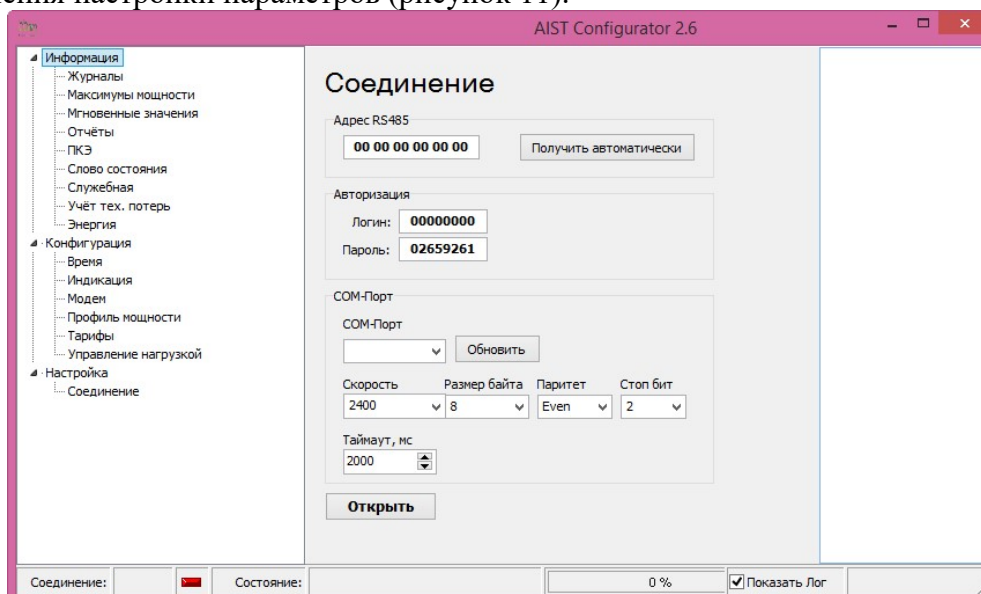

Рисунок 11 – Конфигуратор счетчика АИСТ. Раздел «Настройка» → «Соединение»
- Далее на экране должна появиться главная форма программы, содержащая меню для осуществления настройки параметров (рисунок 11).